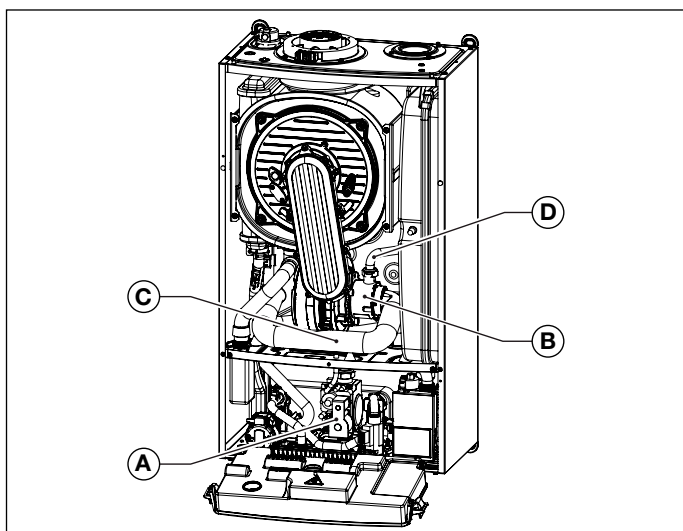

Fig. 31 Tobă de aspirație
- Înlăturați toba de aspirație având grijă să deșurubați mai întâi șuruburile care fixează amestecătorul (vezi Fig. 31 Tobă de aspirație).
- Deconectați conducta de gaz de la amestecător (vezi Fig. 31 Tobă de aspirație).